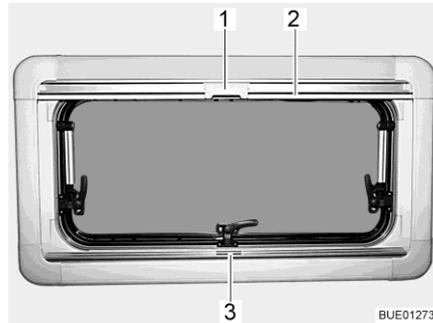

Fig. 98 Fenêtre projetante
- Saisir le dispositif occultant plissé par le centre de la barre-poignée (Fig. 98,3), le tirer du bas vers le haut et le relâcher à la hauteur voulue. Le dispositif occultant plissé reste alors à cette hauteur.
- Tirer la moustiquaire par la barre-poignée (Fig. 98,2) vers le bas jusqu'à ce qu'elle entre en contact avec celle du dispositif occultant plissé (Fig. 98,3).
- Verrouiller le cran (Fig. 98,1) de la moustiquaire avec la barre-poignée du dispositif occultant plissé.
- Presser le cran (Fig. 98,1) en haut de la moustiquaire vers l'arrière.
- Ramener lentement la moustiquaire en arrière au moyen de la barre-poignée (Fig. 98,2).